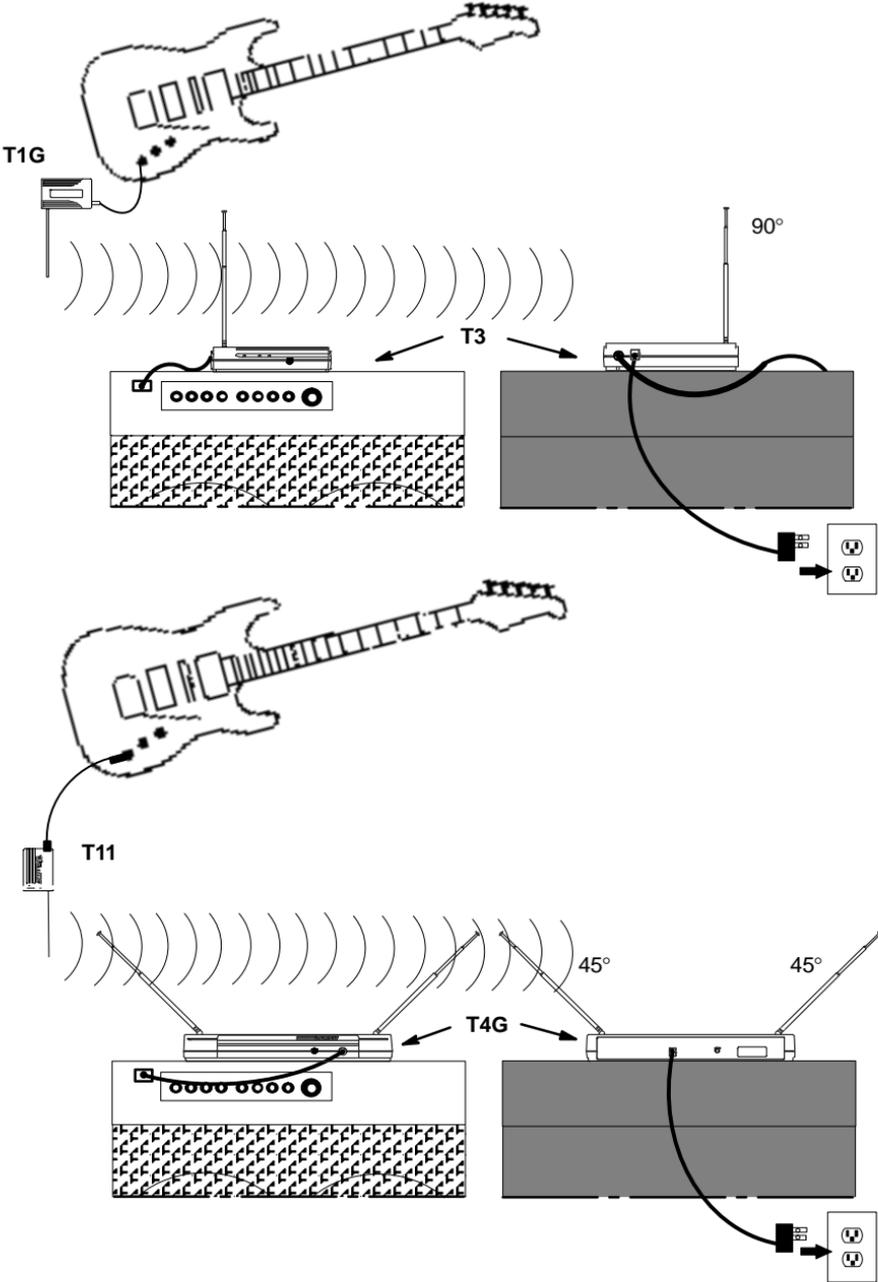

FIGURE 8
2. Se référer à la Figure 8. Brancher une extrémité de l'adaptateur d'alimentation c.a. au connecteur DC INPUT (entrée c.c.) au dos du récepteur. Brancher ensuite l'autre extrémité à une prise électrique c.a. (utiliser PS20 pour 105–125 VCA, 60 Hz; utiliser PS20E pour 230 VCA, 50 Hz). Le témoin vert POWER du récepteur s'allume.